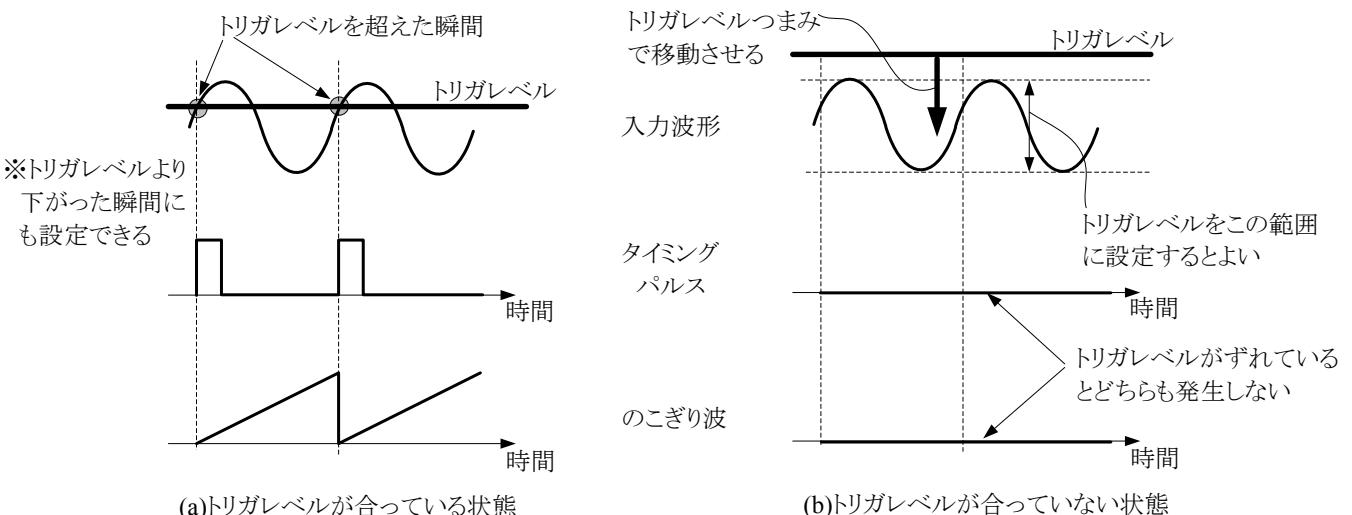

図11 トリガレベル
- ①同期をとりたいチャンネルと同期をとるチャンネルが合っていない
- ②トリガレベルがずれている
- ③信号の表示が小さい
- ④入力信号が小さすぎる
①はチャンネル1に入力されている波形を観測したいが、トリガソースがチャンネル1以外に設定されている場合に起こる。表1のトリガソースを観測したいチャンネルに合わせることで解決する。トリガソースのうち、"LINE"は50[Hz]の商用周波数に合わせることを、"EXT"は外部の信号源に合わせることをそれぞれ示している。
②はオシロスコープの同期がどのようにかけられているのか理解することが重要になる。オシロスコープでは図11のように入力波形がトリガレベルを超えたときにタイミングパルスを発生し、このタイミングパルスの時間間隔によってのこぎり波が生成される。オシロスコープは原理上、タイミングパルスおよびのこぎり波が生成されないと静止して表示できないため、トリガレベルがずれている場合は波形の範囲に入るようトリガレベルを設定し直す必要がある。対策としては、表1のトリガレベルつまみを動かすことでトリガレベルを波形の範囲に移動することで同期をとることができる。